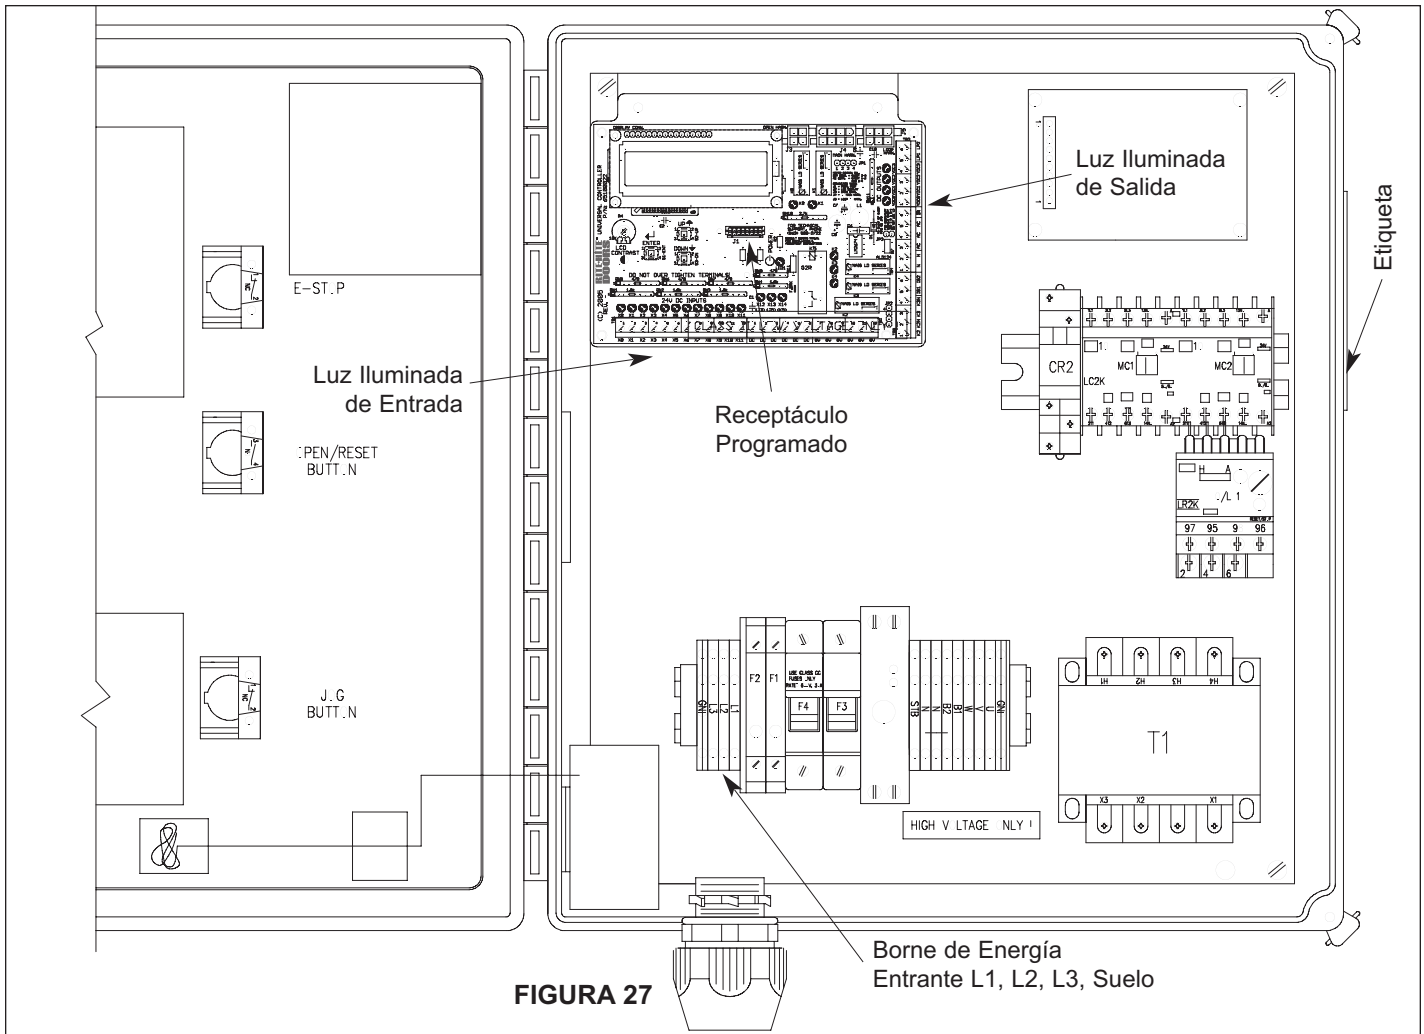

FIGURA 27
2. Colocar la caja de control adyacente a la puerta a aproximadamente 54" por encima del nivel del suelo. Todos los agujeros perforados a través de la caja de control deben estar a través de la parte inferior de la caja, Figura 27.
5. Conectar los alambres como es indicado siguiendo el diagrama esquemático en la Pagina 23 – 26 (si es estándar) o dentro de las partes o caja de control. Energía entrante trifásica debe ser conectada en los bornes L1, L2 y L3. De tierra debe ser atada al borne verde/amarillo, Figura 27.